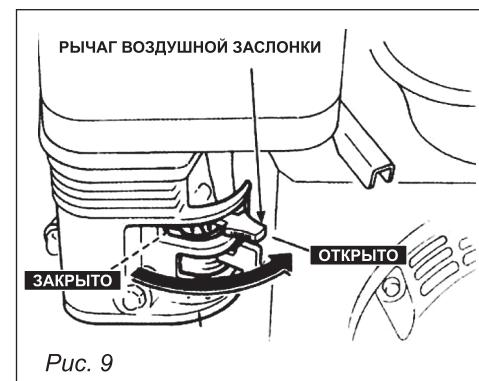

Рис. 9
- После запуска двигателя переведите воздушную заслонку в положение **ОТКРЫТО** (рис. 9).